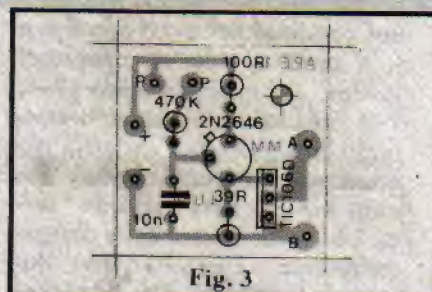
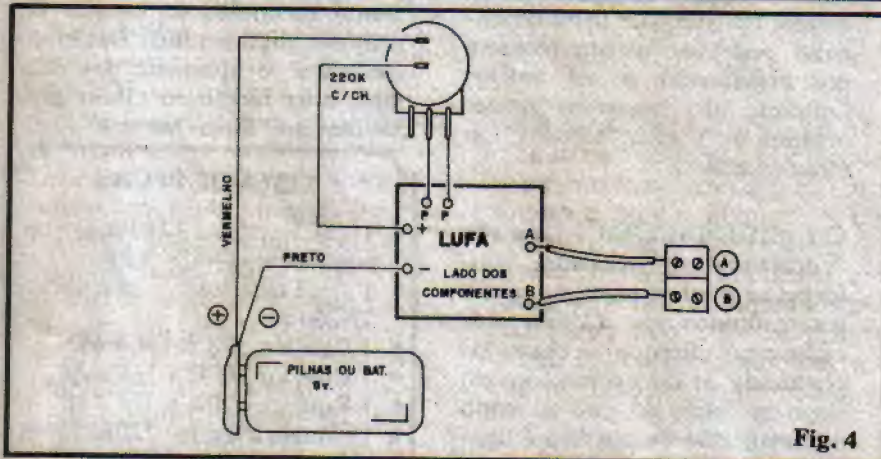

Fig. 3
Fig. 4
- **FIG. 3** - A montagem propriamente está detalhada no "chapeado", que mostra a placa pelo lado não cobreado, todos os componentes posicionados e codificados. Os pontos que merecem mais atenção referem-se à colocação do TUI (2N2646), referenciada pela "orelhinha" metálica existente junto à base do componente (fica "apontada" para o resistor de 470K, como mostra a figura) e o posicionamento do SCR (TIC106D) determinado pela lapela metálica da peça (que deve ficar voltada para o resistor de 39R). Notar ainda que, por razões de compactação, os resistores são montados **em pé**. Eventuais dúvidas sobre os valores dos componentes, poderão ser resolvidas com uma consulta ao TABELÃO APE (permanentemente mostrado lá no começo da Revista...). Ao fi-
- **FIG. 4** - As conexões externas à placa são mostradas na ilustração, com todos os detalhes. Referenciar as codificações atribuídas às ilhas periféricas (junto às bordas) da placa, como aquela mostrada na fig. 3. Os pontos "P-P" vão aos terminais do potenciômetro (este visto pela traseira, na figura). Os pontos "+ e -" (devidamente codificados com fios **vermelho** e **preto**, respectivamente) vão ao "clip" da bateria, sendo que o ramo correspondente ao **positivo** (fio **vermelho**) da alimentação é intercalado com a chave interruptora incorporada ao potenciômetro. Finalmente, os pontos "A-B" constituem os terminais de Saída de aplicação da LUFA, podendo ser ligados a um par de conectores parafusa-